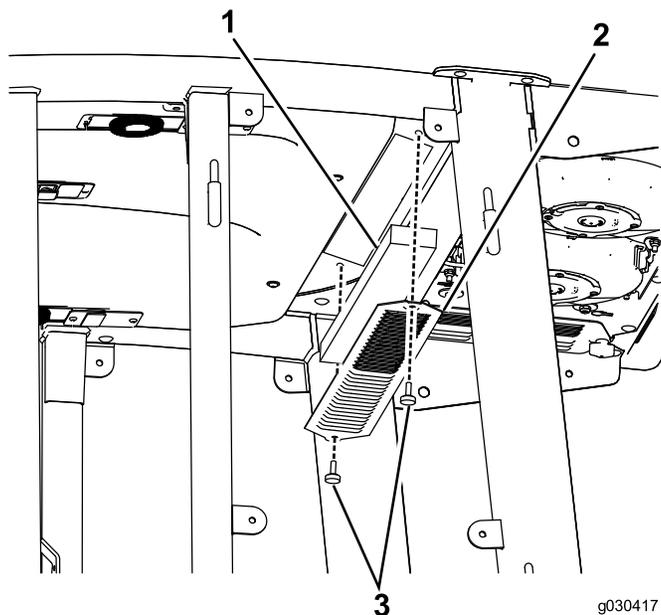

Figura 22
1. Remova os parafusos de aperto manual e as grelhas dos filtros de ar interior e traseiro da cabina (Figura 22).